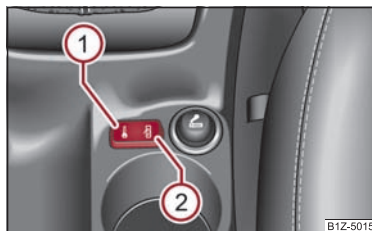

Fig. 25 Consolle centrale: tasti per chiusura centralizzata
- Premere il tasto **(1)** ⇒ fig. 25. Il simbolo sul tasto si accende.
- Premere il tasto **(2)** ⇒ fig. 25. Nel tasto si spegne il simbolo .